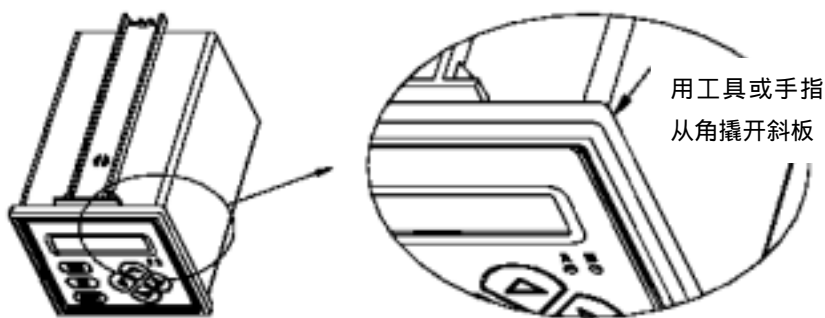

图 4-1 取下测定仪斜板
2. 用一把平刃小刀或者螺丝刀，取下斜板。如图 4-1 所示，从前面板的一角来撬动斜板。（如果斜面破损了也不必太在意。在 GLI 的熔芯工具包中带有一个新的斜板。）